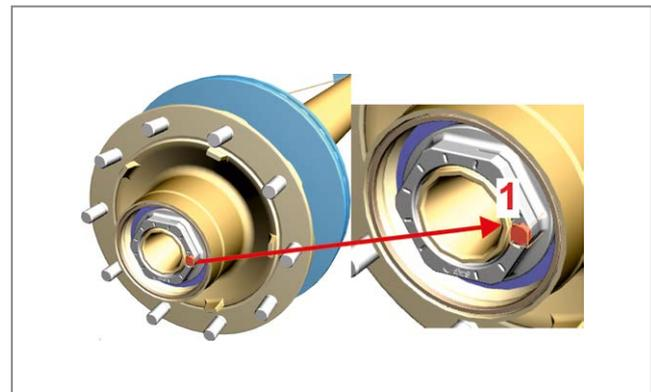

Abb. 13 - Sicherungsschraube anziehen
3. Sicherungsschraube ► Abb. 13 -Pos. 1- auf das vorgegebene Anzugsdrehmoment anziehen ► Kapitel 2.3
- Es ist eine neue Sicherungsschraube ► Abb. 13 -Pos 1- zu verwenden.